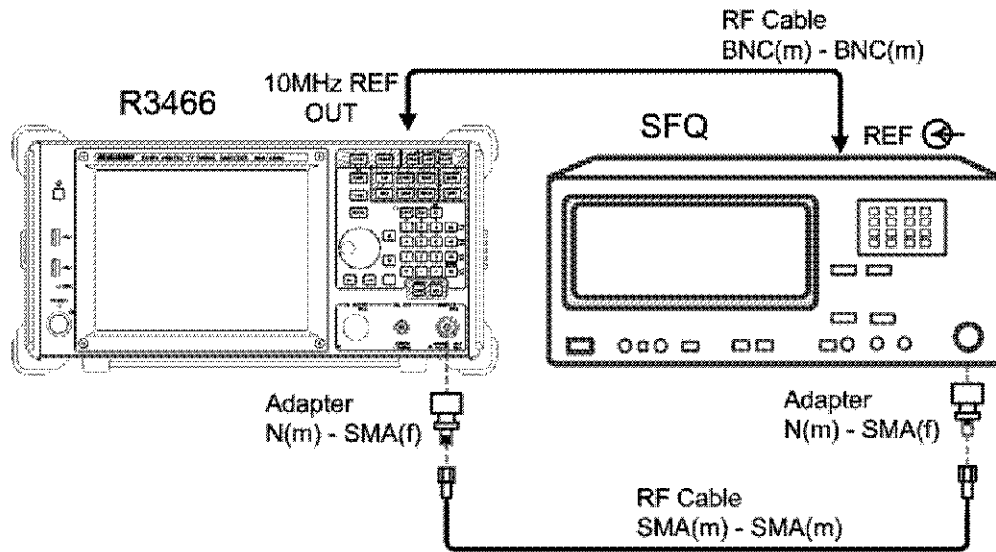

図 2-16 ISDB-T 周波数引込範囲試験
1. 機器を図 2-16 のように接続します。R3466N の場合は、Adapter の後に 50 to 75 Ω 変換器を使用して本器と接続します。